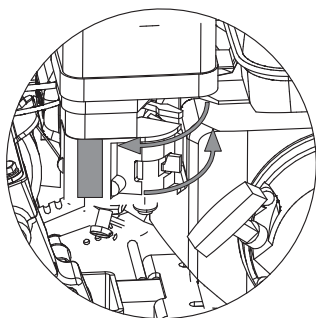

Рис. 15
1. Откройте топливный кран, переведите рычаг в положение «ОТКРЫТО». Рычаг воздушной заслонки карбюратора переведите в положение «ЗАКРЫТО» (рис. 15).